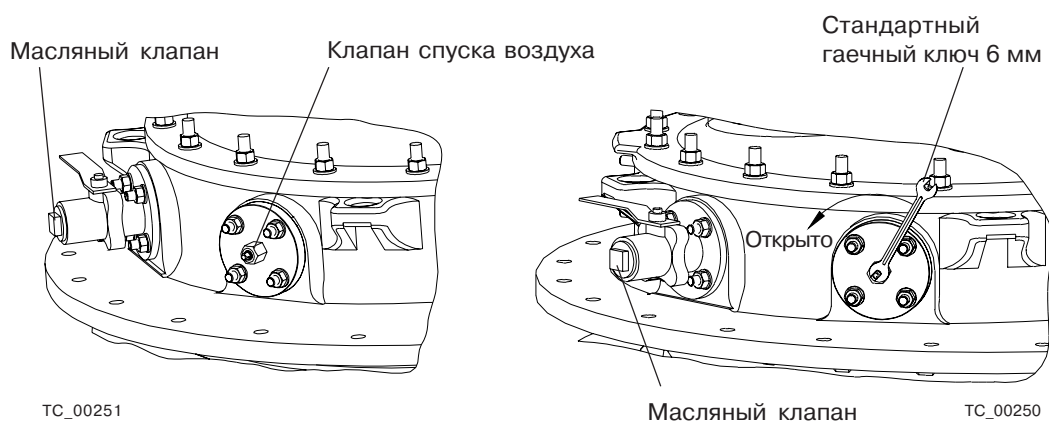

Рис. 22. Клапан спуска воздуха (может быть расположен на другом вертикальном фланце)
См. Рис. 22.
2. Подсоедините масляный насос к масляному клапану. (Размеры соединения см. на размерном чертеже устройства РПН), см. Рис. 22.